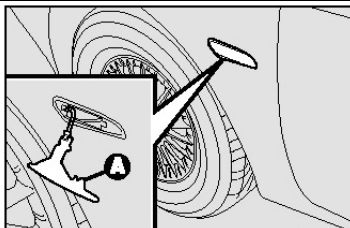
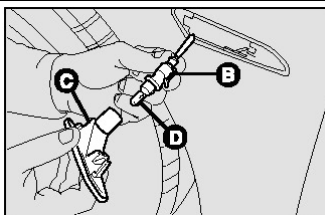

рис.30
рис.31
- Рукой нажмите на рассеиватель, по направлению против движения автомобиля, чтобы сжать фиксатор **A** - **рис. 30** . Отсоедините нижнюю часть рассеивателя и извлеките повторитель;
- Поверните патрон **B** – **рис.31** против часовой стрелки, извлеките его из рассеивателя **C**;
- Установите патрон **B** – **рис.31** в рассеиватель **C** затем установите на место блок фару и убедитесь, что он надежно зафиксирован пружиной **A** **рис. 30** .